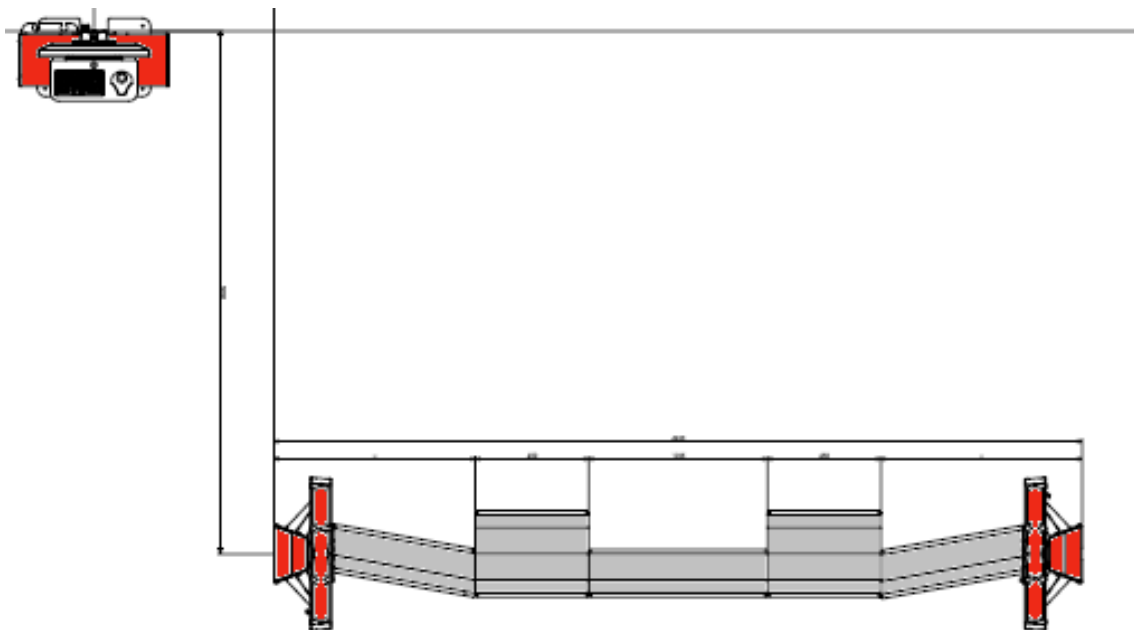

Abbildung 102 – Basiskonfiguration
- Die verschiedenen Messeinheiten, die Zentraleinheit, die Plattformen aus Metall und die Kabelabdeckungen nach den im Layout von Abbildung 102 aufgeführten Angaben und Maßen anordnen.
Die Abbildung 102 zeigt das Layout und die entsprechende Installationsfläche eines kompletten Systems. Demzufolge entspricht der Arbeitsplatz, in dem ein komplettes Pre-Check-System für die Achsvermessung aufgestellt wird, den Maßen **L x B x H = 6,50 x 3,50 x 2,50 m3**